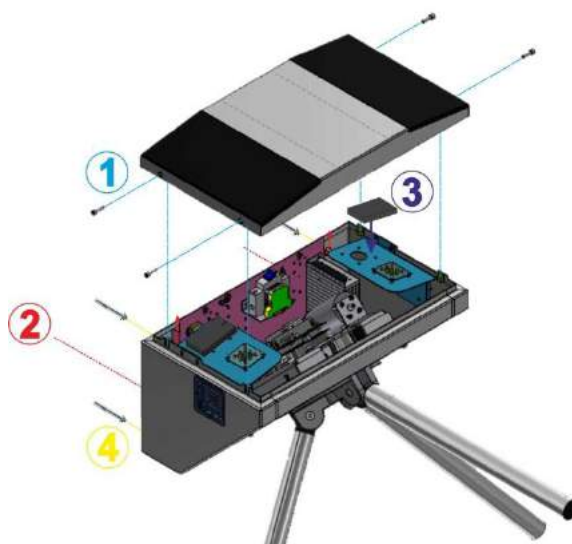

Рис. 17 – Общий вид сборки турникета-трипода «SKULL-M»
10) Для доступа к крепежным и технологическим отверстиям и клеммным колодкам турникета «SKULL-M» нужно снять крышку, открутив 4 винта на торцах (см.Рис.17).